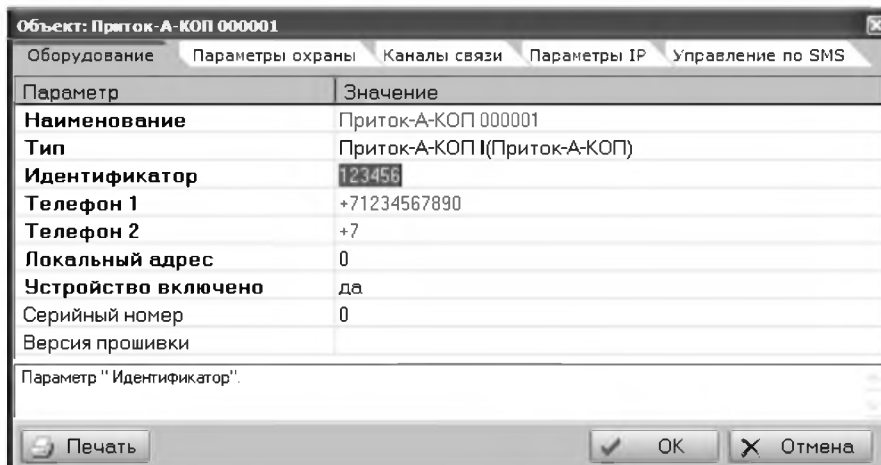

Рисунок 13. Настройка контроллера в АРМ «Конфигуратор»
1) **«Идентификатор»** (рисунок 13) – число, совпадающее со значением параметра «Идентификатор прибора», вкладка «Подключение», установленного при настройке контроллера (см. п. 2.1.5.).
2) **«Телефон 1», «Телефон 2»** (рисунок 13) - номера телефонов SIM-карт, установленных в контроллер, в формате **+7XXXXXXXXXX**. Используются для идентификации контроллера на ПЦН в SMS-режиме.